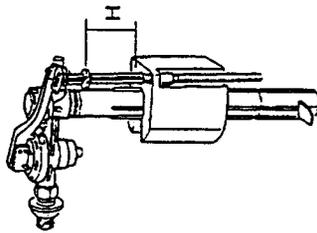

Fig. 3
- Vérifier le bon réglage H du robinet flotteur suivant le tableau ci-dessous (fig. 3).